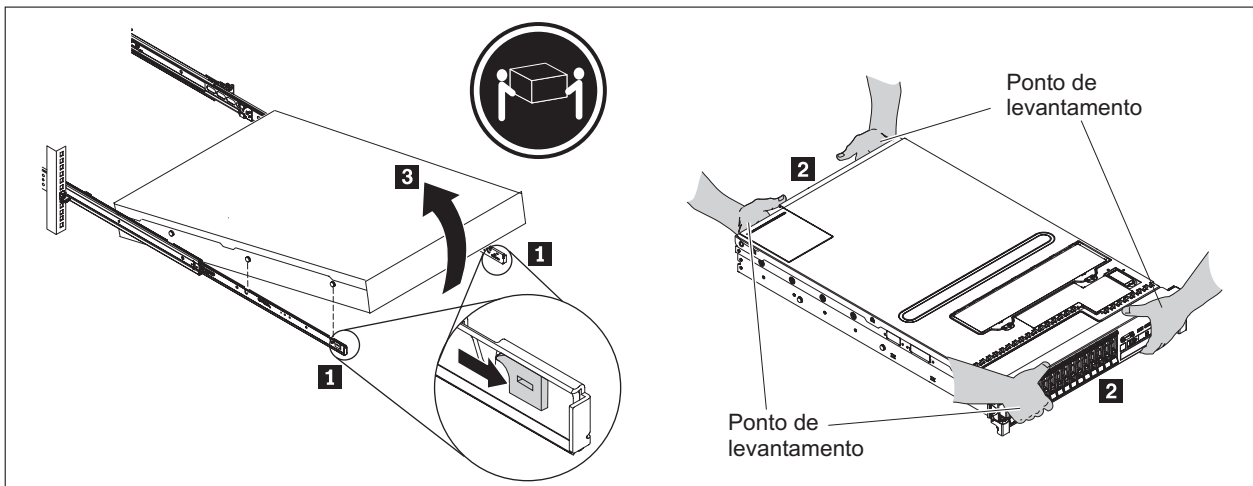

Figura 20. Destravando e girando a parte frontal do dispositivo
Nota: Use duas pessoas para levantar o dispositivo, com as mãos posicionadas como ilustrado pelo número **2** na Figura 20.
1. Destrave e gire a parte frontal do dispositivo, conforme mostrado na Figura 20.